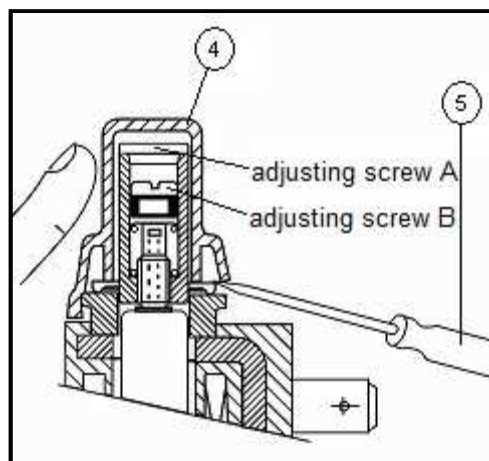

Fig. 2: Sección transversal de la válvula con tornillo de ajuste
- ⇒ Empujar con un destornillador pequeño [5] en una de las ranuras para retirar la cubierta [4] de la bobina [3] y, a continuación, levantar con la mano y el destornillador la cubierta [Fig. 2].